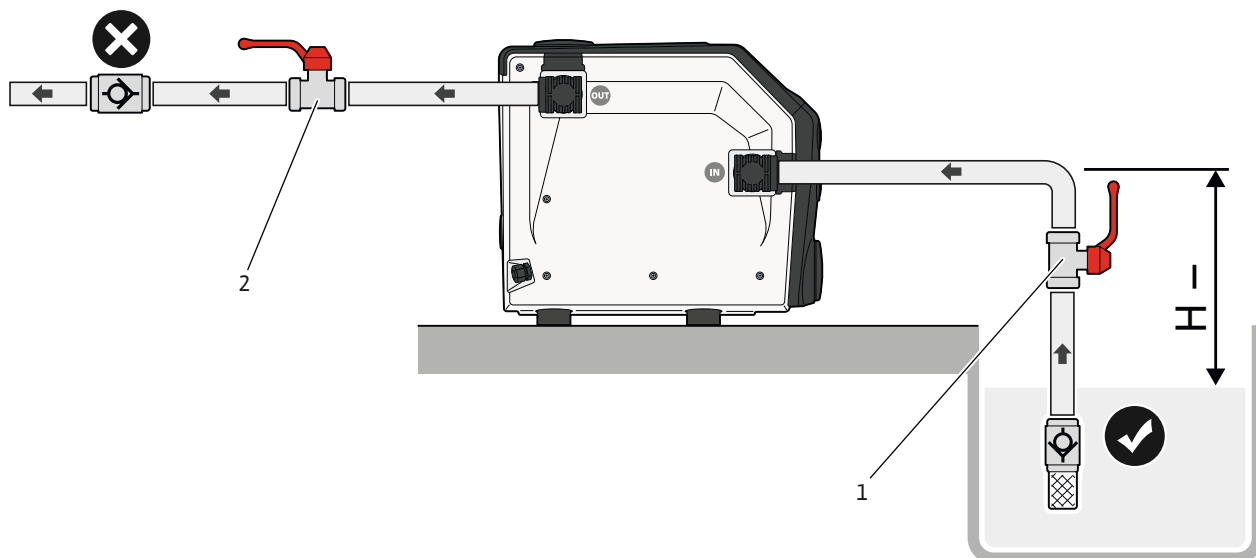

Fig. 7: Iesūkšanas režīms
1. Aizveriet sūkšanas puses un spiediena puses noslēdzošo aizbīdņi (Fig. 7, 1., 2. poz.).